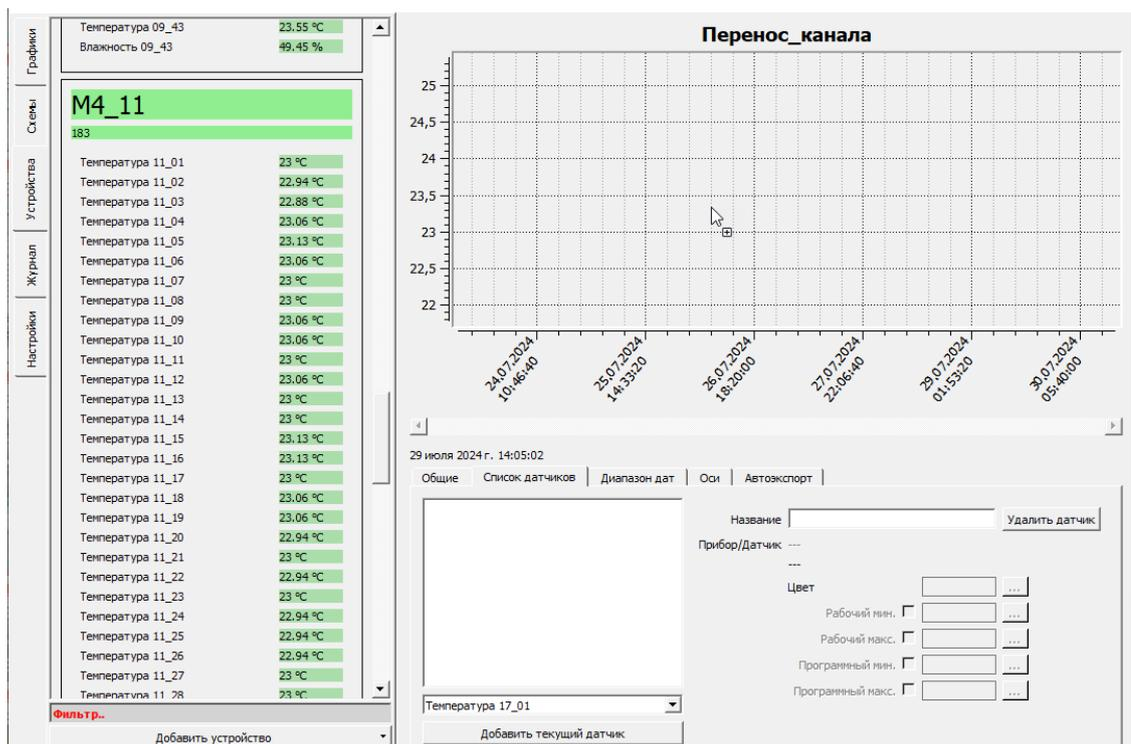

Рисунок 72 – Перенос канала на график при удержании кнопки «Ctrl»
- удерживая кнопку и клавишу, перевести курсор на поле графика (рисунок 72) или схемы до появления значка «плюс»;